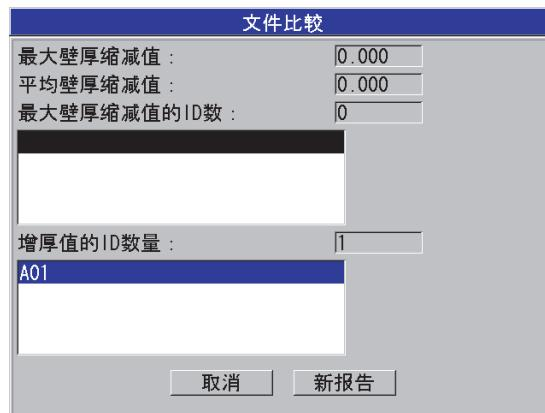

图 11-34 文件比较报告结果屏幕
- 出现**文件比较**报告结果屏幕, 并且其中第一个最大壁厚缩减值的 ID 码被加亮显示 (参见第 211 页的图 11-34)。